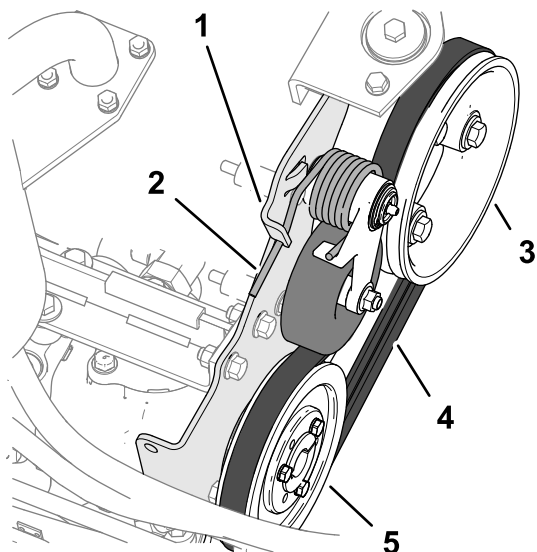

Рисунок 79
2. Потяните вниз за конец пружины натяжения ремня и выведите его из выемки в выступе крепления насоса, затем отведите конец пружины вперед (Рисунок 79).